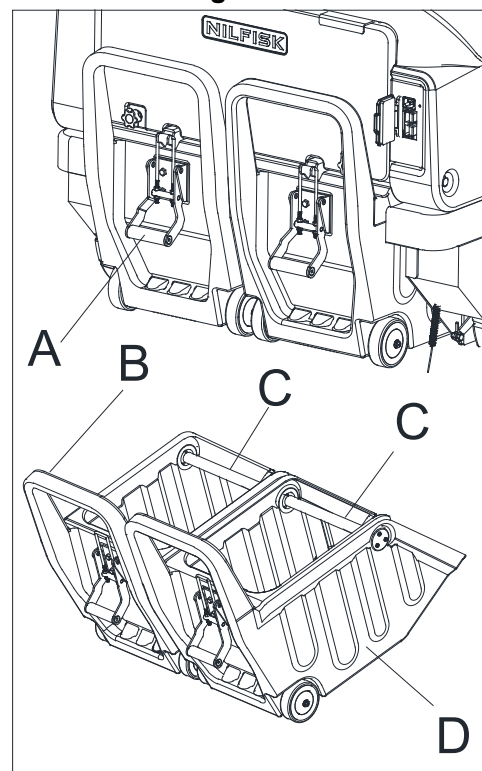

Figura 11
6. La tolva (D, figura 11) debe vaciarse después de cada ciclo de trabajo y cuando esté llena (véase la sección siguiente).
3. Desenganche el gancho (A, figura 11) tirando de su extremo inferior.
4. Quite la tolva desenganchándola de las guías internas con el tirador (B, figura 11).
5. Descargue todos los residuos en contenedores especiales. Para facilitar el procedimiento de descarga, hay una caja interior con tirador (C, figura 11) dentro de la tolva.
6. Instale la tolva (D, figura 11) y conéctela a las guías internas.
7. Fije el pestillo (A, figura 11). La máquina está lista para empezar a limpiar de nuevo.
3. Vacíe la tolva (D, figura 11) (véase la sección previa para más información sobre los pasos).